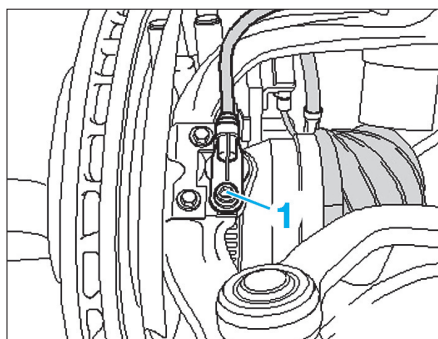

Fig. 45
- Dévisser la vis (1) du porte-fusée (Fig.45).